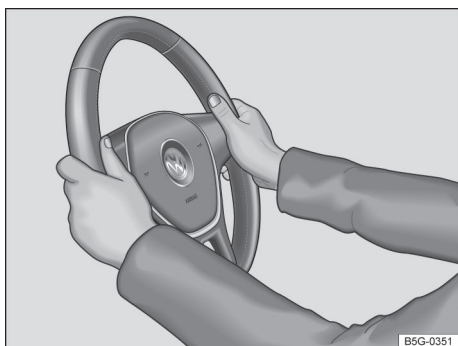

Fig. 86 No volante: posição de nove e três horas.
- Ajustar o volante de forma que possa ser segurado lateralmente com ambas as mãos, com os braços ligeiramente arqueados, na borda externa, na *posição de nove e três horas* → Fig. 86.
- Durante a condução, sempre segurar o volante com ambas as mãos lateralmente na borda externa na *posição de nove e três horas* → Fig. 86 para reduzir ferimentos causados por um possível acionamento do airbag frontal do condutor.